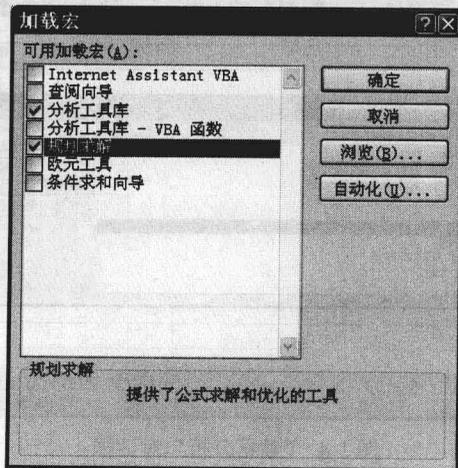

图 1-2 “加载宏”对话框
**步骤 2** 点击【工具】菜单中“加载宏”选项，弹出【加载宏】对话框（见图 1-2）。在【加载宏】对话框中勾选【分析工具库】和【规划求解】复选框。从【加载宏】对话框下面的工具提示知道，“分析工具库”的主要功能是“为金融和科学数据分析提供界面和相应功能”，“规划求解”的主要功能是“提供了公式求解和优化的工具”。点击【确定】按钮。